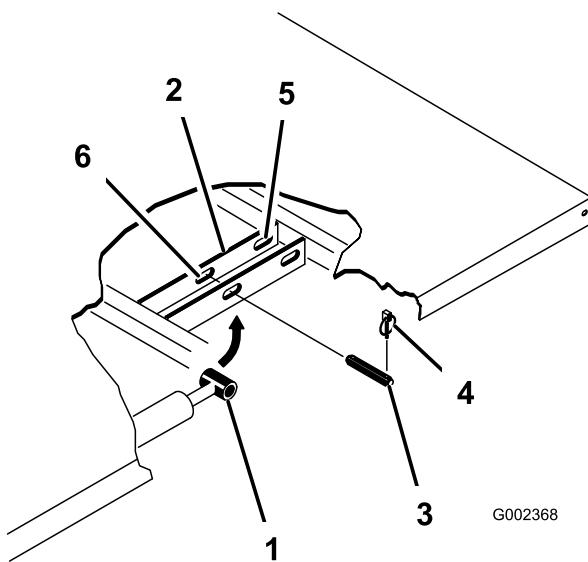

図33
3. シリンダの外側端部からリンチピンを外す(図33)。
4. シリンダロッドの端部を荷台取り付けプレートのスロットに固定しているクレビスピンドルを内側に押し込んで外す(図33)。
5. ピボットブラケットをフレームに固定しているリンチピンとクレビスピンドルを外す(図33)。